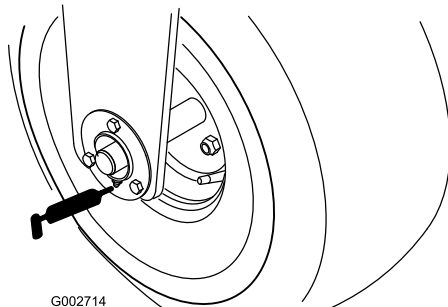

Bild 23
- Vorderradlager (1) (Bild 23)